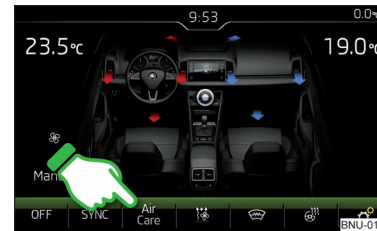

Abb. 159
- Zum **Ein-/Ausschalten** die Taste **MENU** auf dem Climatronic-Bedienteil drücken, dann die Funktionsfläche **Air Care** → **Aktiv** im Infotainmentbildschirm antippen » Abb. 159.